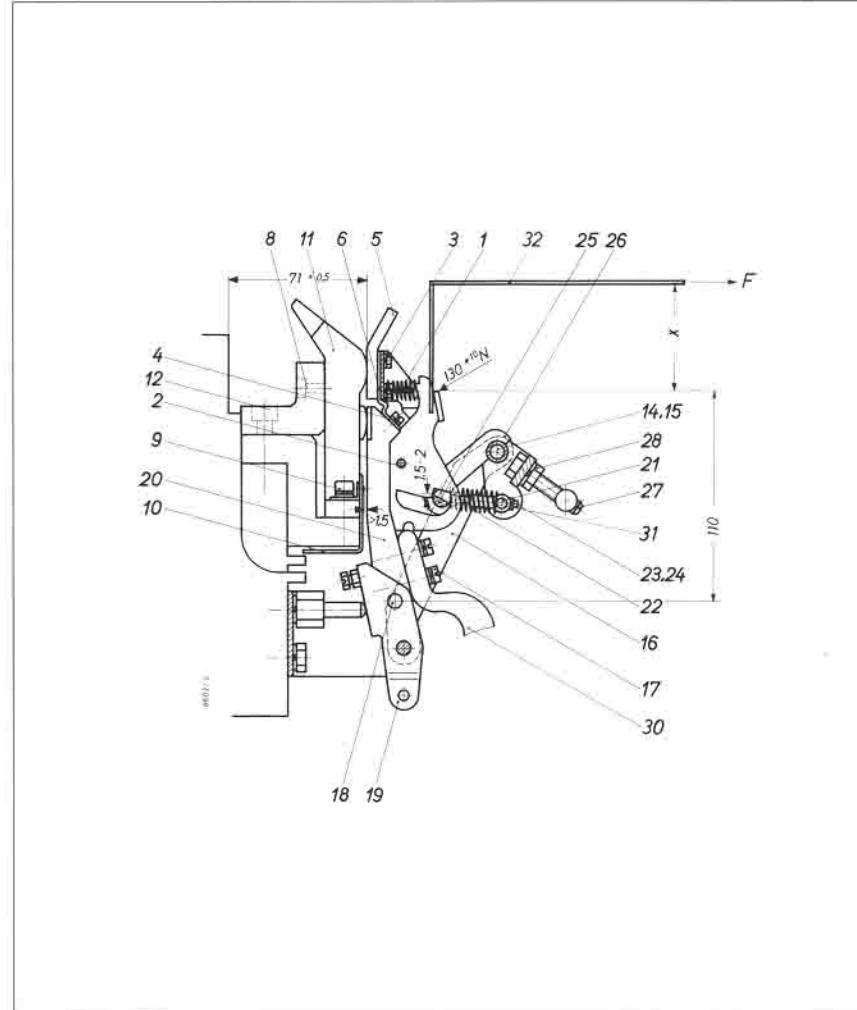

Fig. 4
3.2 Wartung des Kompaktsystems (Fig. 4)
3.2 Serving the contact assembly (Fig. 4)
3.2 Conservación del sistema de contactos (Fig. 4)
3.3 Auswechseln der Schaltstücke (Fig. 4)
3.3 Exchanging contact elements (Fig. 4)
3.3 Recambio de los contactos (Fig. 4)